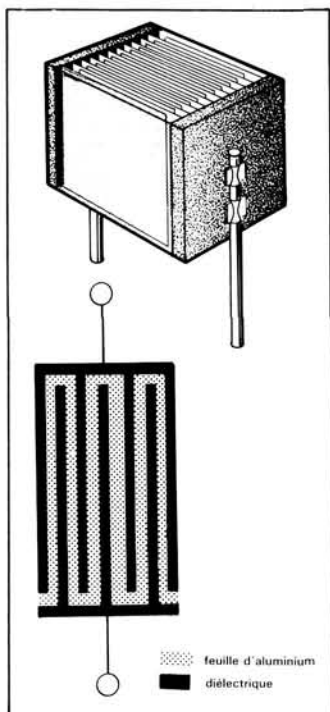

Figure 2 - Un empilage de plaques métalliques séparées par une feuille isolante.
**Figure 2 - Il circule un courant à travers l'instrument de mesure qui se comporte ici comme une résistance que l'on désigne par  $R_v$ , parce qu'elle est appelée la résistance interne du voltmètre. Sa présence modifie l'équilibre du pont diviseur, ce dont il faut tenir compte dans l'interprétation des résultats.**
qui règne aux bornes de la pile et en deux moitiés égales. Mesurez la tension sur R2, et vous relèverez une valeur erronée de 1,8 V par exemple. Ceci est dû au multimètre que vous utilisez et dont la résistance interne, bien que forte, permet à un courant de circuler, ce qui abaisse la tension. Le multimètre **charge** le diviseur de tension de la figure 2 de la même manière qu'une résistance mise en parallèle sur R2.
Pour étalonner le potentiomètre, il suffit de mesurer la tension relevée sur son curseur. Attention : il faut éviter que la résistance interne du voltmètre utilisé pour cela ne fausse la mesure, comme nous avons vu qu'il le faisait sur le circuit de la figure 2; il suffit d'opter pour un potentiomètre de faible valeur, ce qui rejette la valeur élevée de la résistance interne du voltmètre dans le domaine du négligeable. En effet, une résistance de forte valeur mise en parallèle sur une résistance de faible valeur n'en modifie pas la valeur de façon significative (l'inverse n'est pas vrai!).